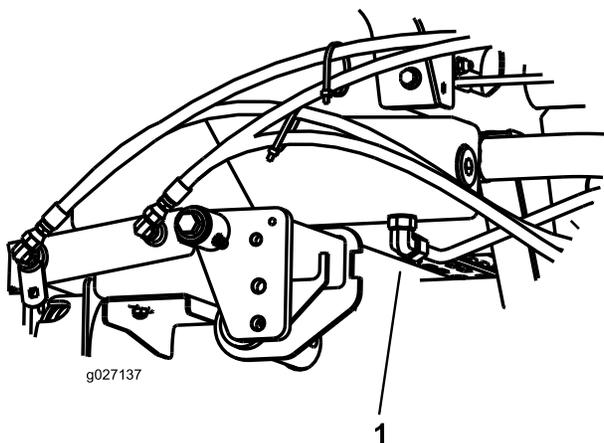

Рисунок 72
- Установите большой сливной поддон под штуцер, расположенный в нижней части бака с гидравлической жидкостью (Рисунок 72).